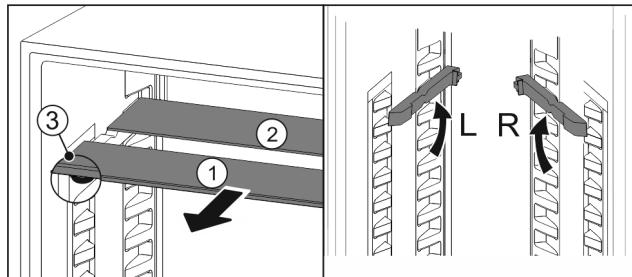

Fig. 87
- По одной извлеките Fig. 87 (1) стеклянные панели движением вперед.
- Стеклянная панель Fig. 87 (1) с декоративной планкой лежит спереди.
- Стопоры Fig. 87 (3) показывают вниз.